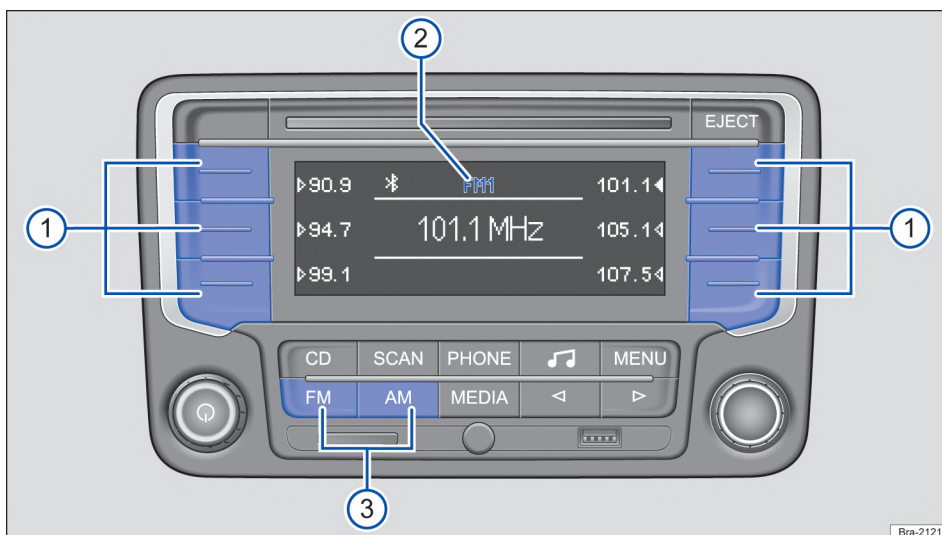

Fig. 140 Seleccione la banda de frecuencia y el nivel de memoria.
Pulse la tecla del equipo **FM** o **AM** → fig. 140 ③ hasta que se muestre el nivel de memoria deseado → fig. 140 ②.
Al cambiar los niveles de memoria, las frecuencias de las emisoras de radio memorizadas se muestran al lado de las teclas de presintonía fig. 140 ①.